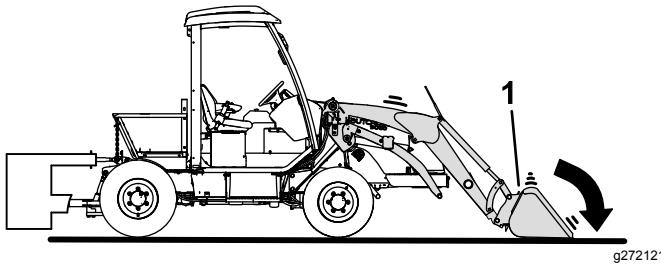

図 44
2. バケットをわずかに前方に倒して各ローダアームのラッチに掛かっている力を抜いてから、ローダアタッチメントを地表面に降ろす**図 44**。